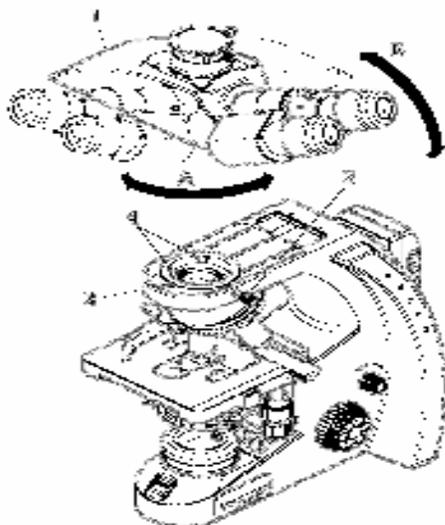

Figura 11 – Substituir o tubo
- Soltar o parafuso (Figura 11/2), girar o tubo existente (Figura 11/1) em aprox. 90° para a direita (Figura 11/A), incliná-lo ligeiramente para cima e removê-lo (Figura 11/B).
- Inserir o tubo a montar (as lentes indicam para a direita) no estativo, introduzindo-o com seu encaixe, em posição ligeiramente inclinada debaixo dos dois elementos de retenção (Figura 11/4).
- Em seguida, colocar o tubo na posição horizontal sobre o estativo. Nisso, a ranhura no lado inferior do tubo tem que se encontrar encima do terceiro elemento de retenção (Figura 11/3) do estativo.
- Girar o tubo 45° para a esquerda (as lentes indicam para frente), alinhá-lo quanto ao estativo e apertar o parafuso de aperto (Figura 11/2).